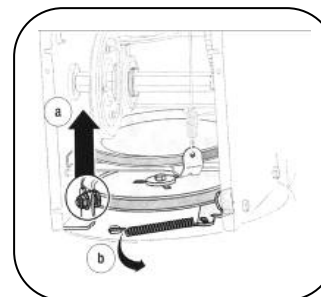

Рис.31
- б. Освободите опорный кронштейн пружины от рамы. См. рис. 31.